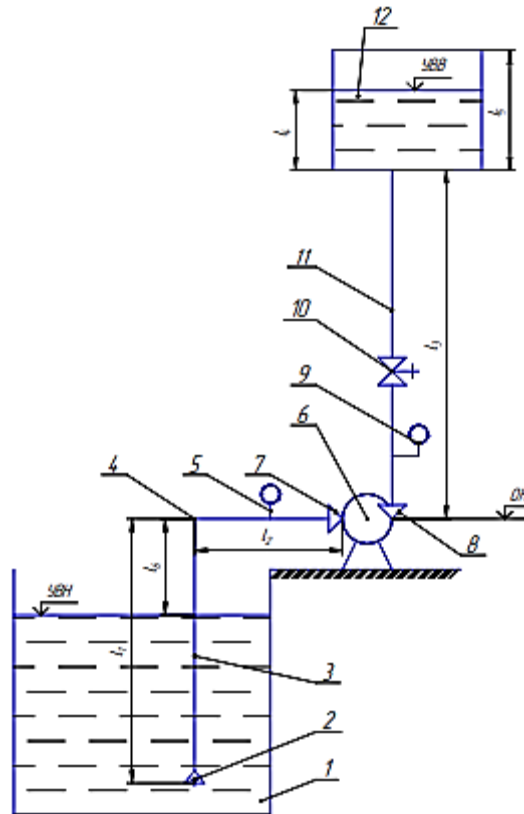

Рис. 1 Схема насосной установки
6. Определить требуемый напор насоса (рис. 1) при следующих данных: